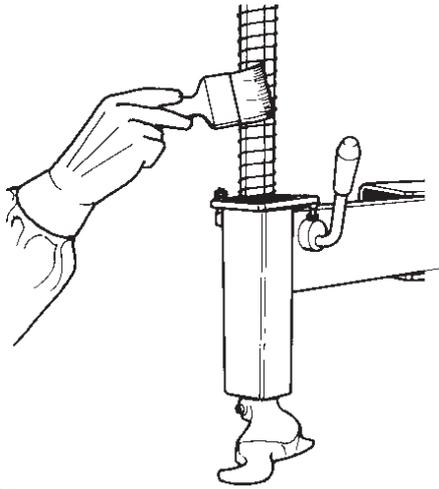

Fig.30
A. Periodically clean the vertical hexagonal rod with nonflammable liquid detergent. After this immediately lubricate with a light lubricating oil (Fig.30).
A. Nettoyer périodiquement la tige hexagonale avec un détergent liquide non inflammable. Lubrifier avec de l'huile (Fig. 30).